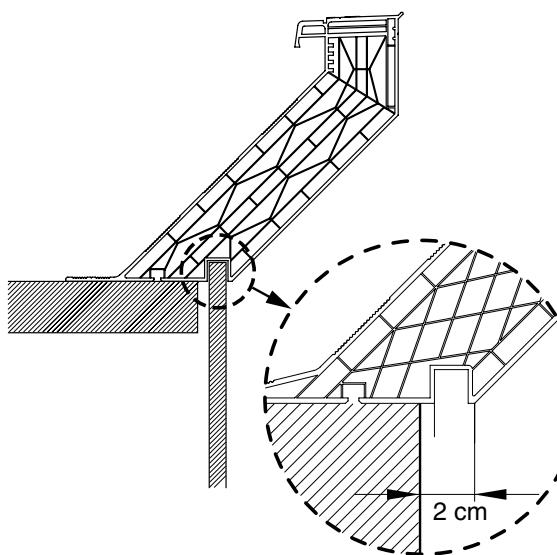

Fig. 2
- Die 16/20 und 20/00 Aufsatzkränze sind mit einer Rille ausgestattet für Fertigstellung mit Gipskartonplatte von max 12,5 mm (siehe Bild 2).